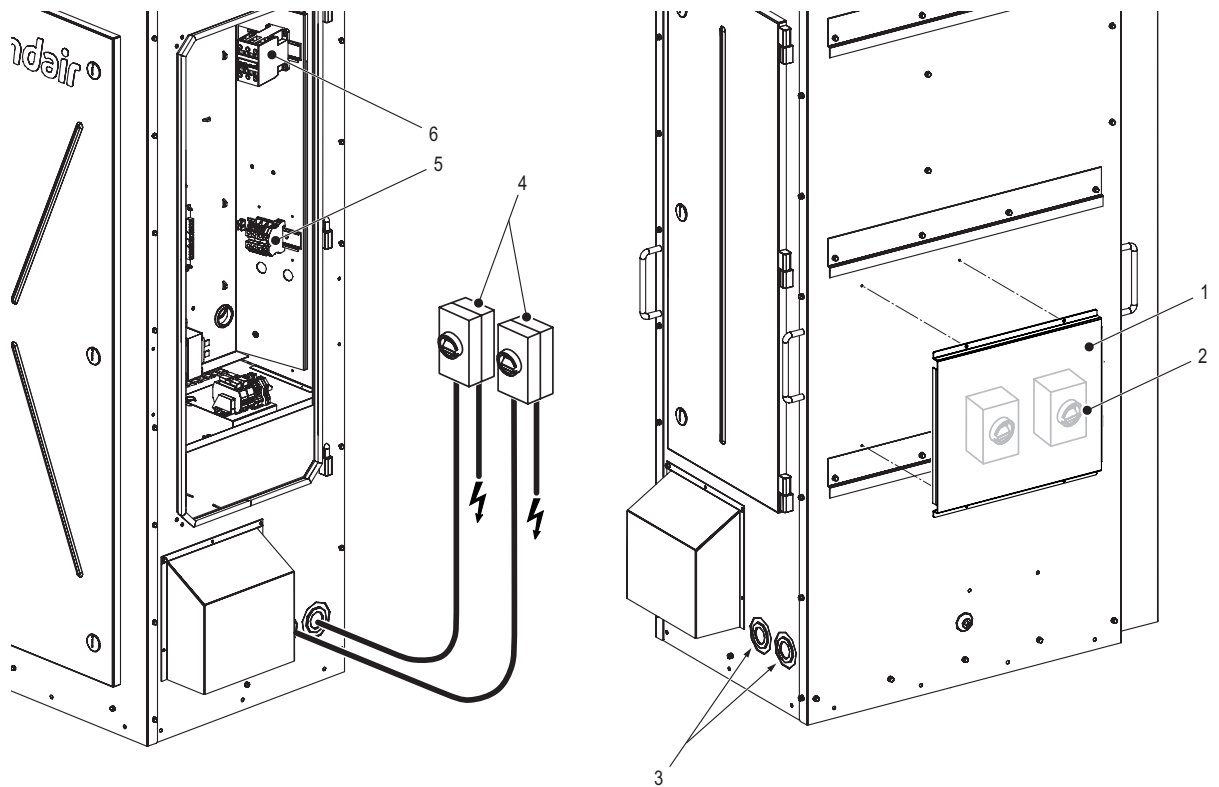

Abb. 15: Stromanschluss des Condair EL/RS-Befeuchters
Bei Anbringung auf dem optionalen Montagegestell kann eine optionale Halterung (optional: DC) an der Geräterückseite installiert werden, an der die Netztrennschalter montiert werden können. Siehe Abb. 15.
- Alle elektrischen Kabel MÜSSEN von unten oder seitlich durch Kabelverschraubungen mit Mindestschutzklasse IP55 (nicht im Lieferumfang enthalten) ins Gerät geführt werden, damit die Schutzklasse IP55 gewährleistet ist. Seitlich und unten am Gerät sind Ausschnitte zur Durchführung der Kabel ins Gerät vorgesehen. Siehe Abb. 15.
- Führen Sie das Stromkabel in den Schaltschrank und schliessen Sie dieses an das Hauptschütz (K1) an – Details siehe Abb. 15 und Kapitel 5.7.1 sowie Kapitel 5.7.2. **Hinweis:** Wenn die optionale Klemmenleiste (Option: THV) verwendet wird, schliessen Sie das Stromversorgungskabel an die optionale Klemmenleiste an. Details zum Anschluss finden Sie in den Condair EL/RS-Installationsanleitungen.